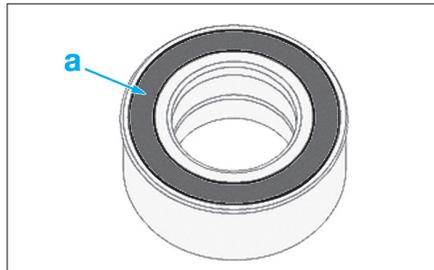

Fig. 38
- Préparer el roulement face "a" côté arbre de transmission (Fig.38).